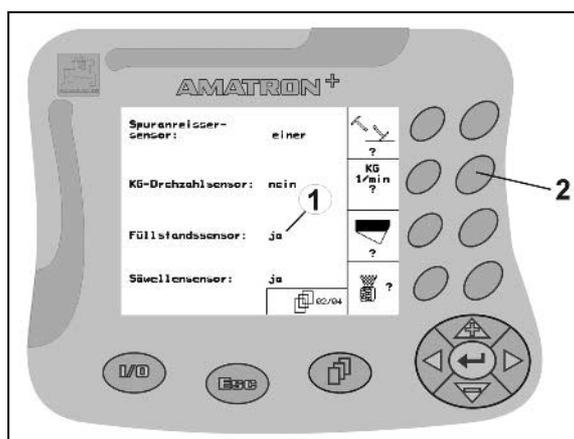

Fig. 17
- Accionar la tecla de función (Fig. 17/2) una vez
→ Función **sí** (Fig. 17/1).